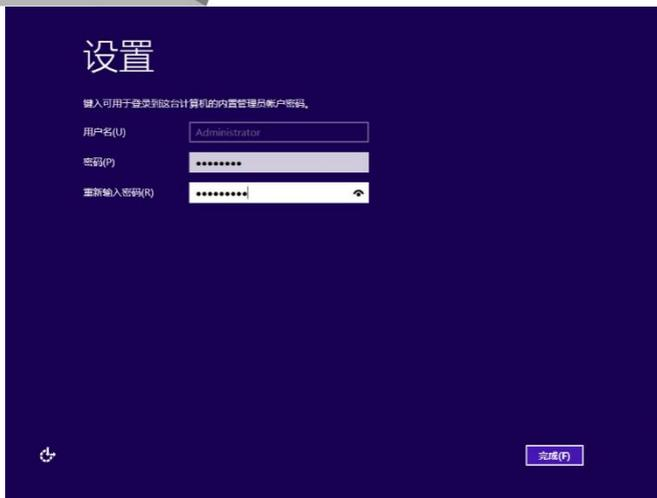

图 6-15
- p. 进行首次登录的密码设置，请单击完成。如图 6-15 所示。